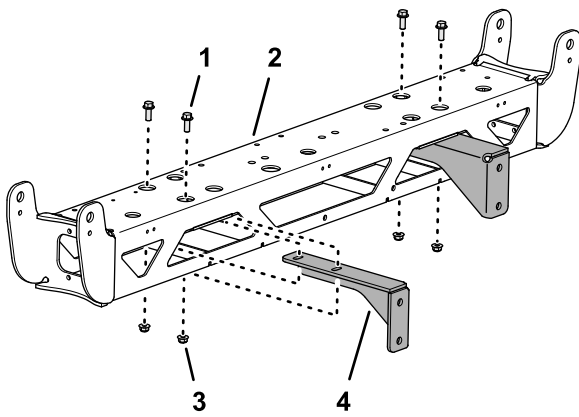

Bild 82
4. Entfernen Sie die zwei Bundkopfschrauben (3/8" x 1") und die zwei Sicherungsbundmutter (3/8"), mit denen die Stützhalterung am mittleren Auslegerabschnitt befestigt ist, und nehmen Sie die Halterung ab (Bild 82).
5. Wiederholen Sie Schritt 4 für die andere Stützhalterung (Bild 82).